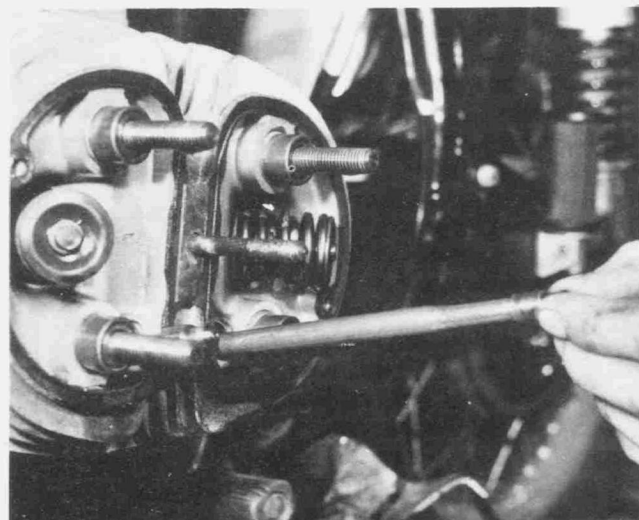

Bild 19
- Die Stößelstangen herausziehen und Einlass oder Auslass sowie innere und äussere Seite kennzeichnen, damit sie wieder in der gleichen Einbaulage montiert werden können (Bild 19).